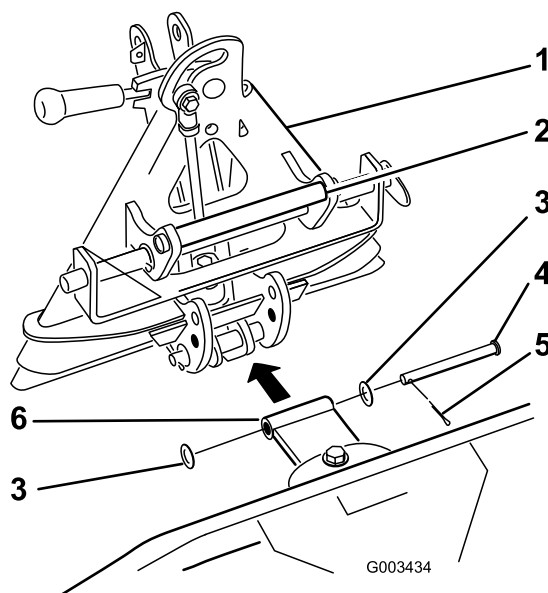

Figura 11
3. Collegate la staffa orientabile dritta all'adattatore, come illustrato nella Figura 11, utilizzando un perno
Sollevate e spostate sempre l'accessorio per mezzo della maniglia prevista sul retro dell'adattatore per accessori (Figura 11).